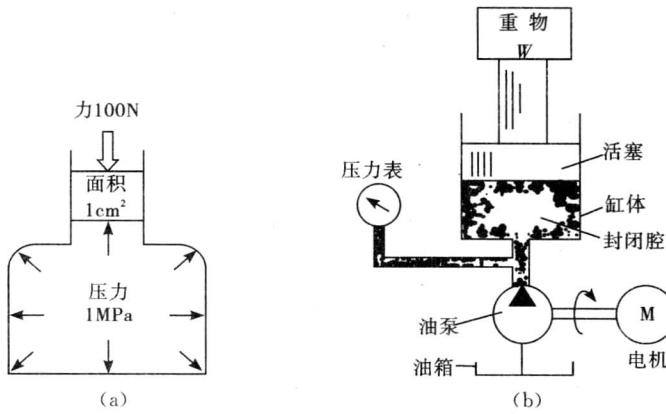

图 1-14
(1) 加于密闭容腔内液体任一部分的压强(液压传动中称“压力”)将按其原来的大小由液体向各个方向传递;
(2) 压力总垂直作用于容器内的任意表面上;
(3) 如果忽略不计因液面高度所产生的重力的影响,液体中各点的压力在所有的方向上均相等。例如图 1-14(a)所示给断面面积为  $1\text{cm}^2$  的活塞加上 100N 的力,在封闭容腔内处处会产生均等的 1MPa 的压力(压强)。
如图 1-14(b)所示:利用油泵给封闭腔中的工作介质加压产生的压力  $p$  作用在活塞上,顶起重物  $W$ 。这种“利用压力传递动力,将液压能转换成机械能,以驱动工作机构完成所要求的各种动作”的过程便是液压传动的工作原理。